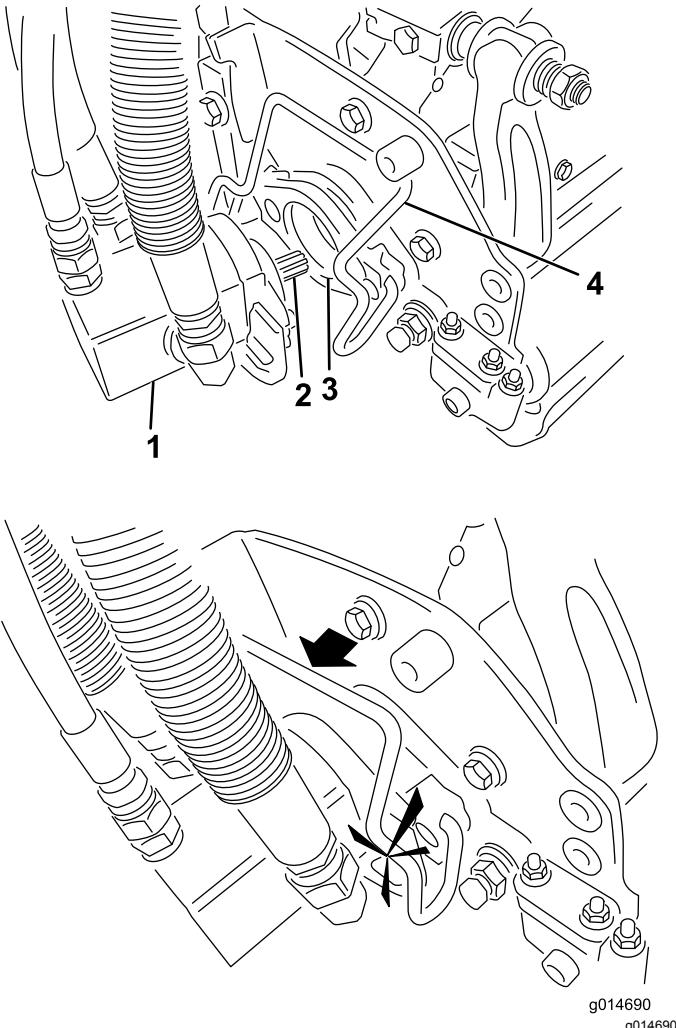

Figura 3
4. Inserite il motore nel lato sinistro dell'arieggiaatore (come mostrato dalla posizione dell'operatore) e tirate la barra di fissaggio del motore sull'arieggiaatore verso il motore stesso fino a udire chiaramente uno scatto da ambo i lati del motore (Figura 3).